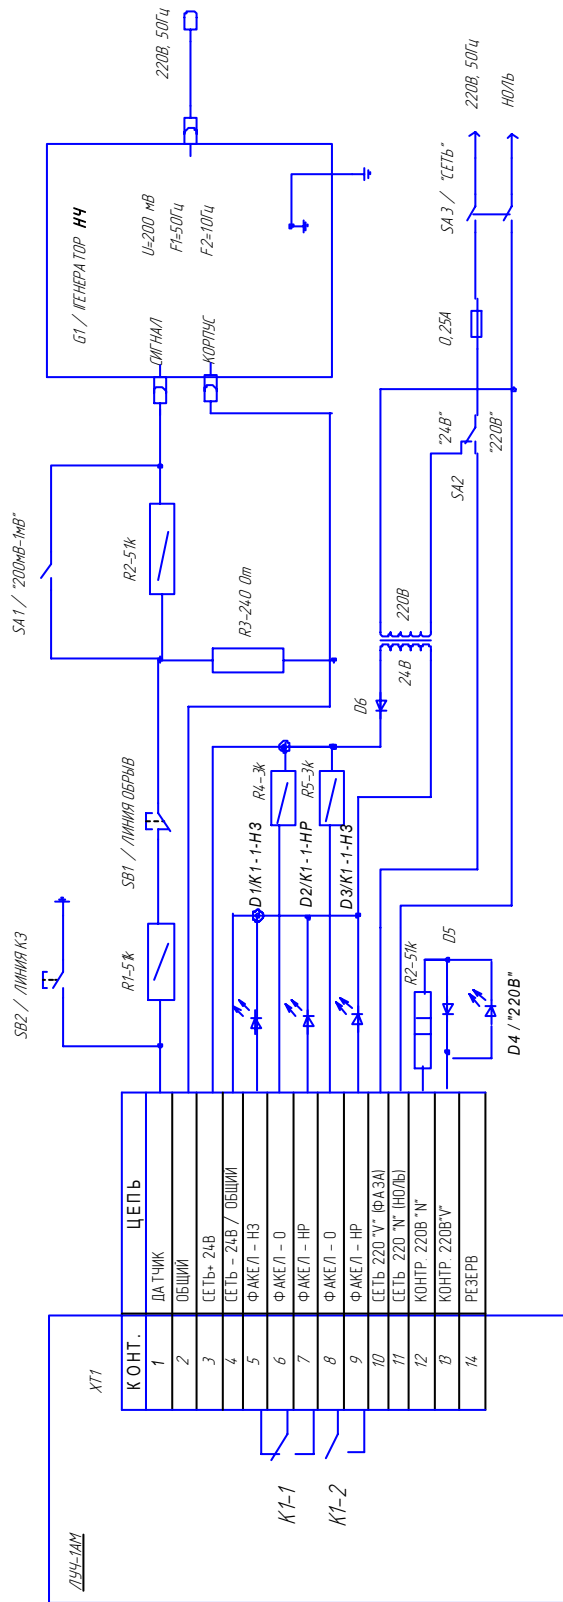

Рис. 16. Схема проверки параметров сигнализатора ЛУЧ-1АМ.
Комплектующие - согласно схеме рис.16.
- между объединенными контактами 1...4 и 5...13(14) колодки ХТ1 - мегаомметр должен показывать не менее 20 МОм.
- Собрать схему проверки сигнализатора (см.рис. 16);
- Рис.16. Схема проверки параметров сигнализатора ЛУЧ-1АМ